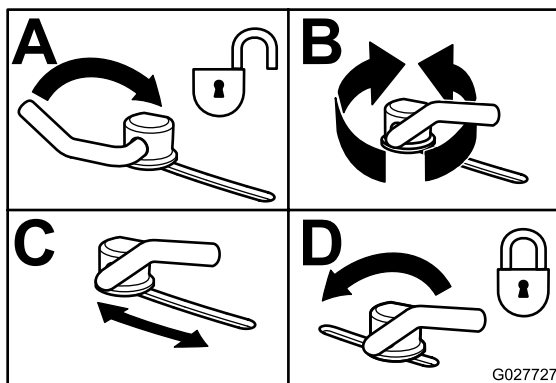

Figura 30
3. Para ajustar los bloqueos de leva, levante la palanca para aflojar el bloqueo de leva (Figura 30).
5. Devuelva la palanca a su posición original para apretar el deflector y los bloqueos de leva (Figura 30).